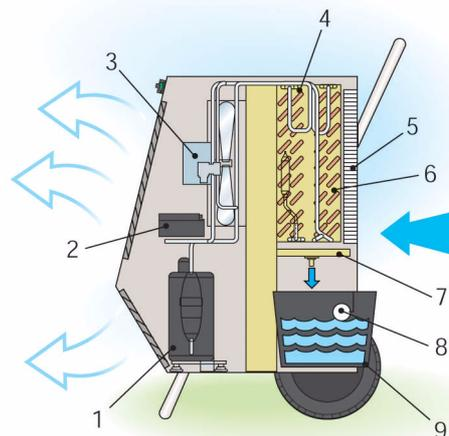

Ilustración 1: Esquema funcional
En la ilustración 1 se muestra el modo de funcionamiento del equipo de manera esquemática. El aire aspirado por el ventilador (3) pasa a través del filtro de aire (5) y fluye sobre las paredes frías del evaporador (6). En esto, se enfría a una temperatura que se encuentra debajo del punto de condensación. Una parte del vapor se condensa y es recogida en el recipiente colector de agua (9). A continuación, el aire pasa a través del condensador (4) y se calienta a una temperatura que se encuentra ligeramente por encima de la temperatura ambiente.